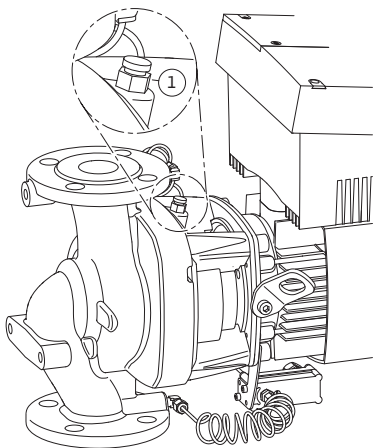

Fig. 47: 排气阀
- 松开排气阀（Fig. 47，位置 1）使水泵排气。干转会损坏水泵的机械密封。不允许将压差传感器排气（有造成损坏的危险）。